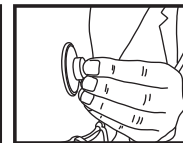

Fig. 6
6. Ubique la membrana de la pieza torácica sobre la zona a auscultar del paciente y presione levemente para asegurar un buen contacto con la piel como se indica en la Fig. 6.